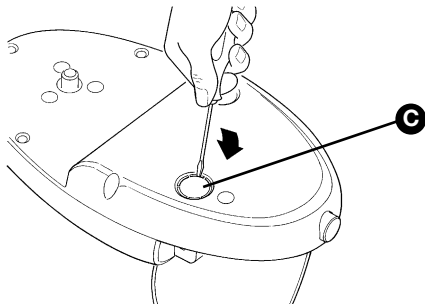

Figura 54
**2** Quite con un destornillador la parte circular [C], tal como en la Figura 54.